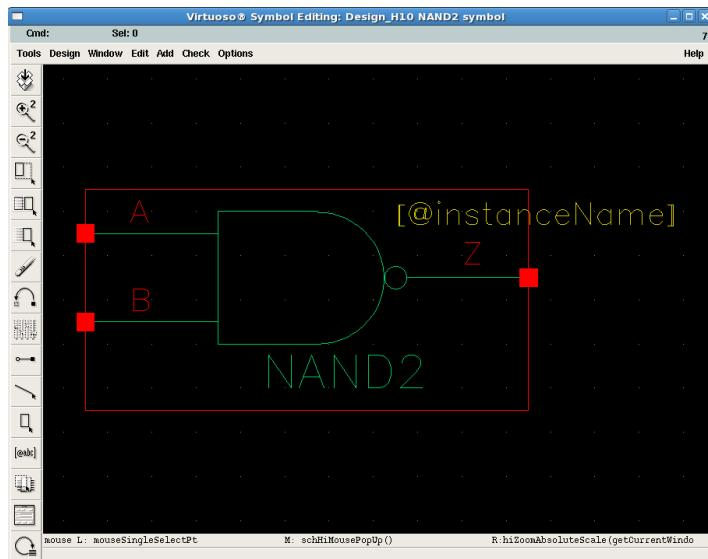

Рис. 4.7. Прорисовка символического представления элемента.
- 3) После установки всех параметров и нажатия кнопки “OK” будет автоматически создан шаблон символьного представления элемента, который затем может быть отредактирован пользователем в соответствии с его функциональностью (рис. 4.7).